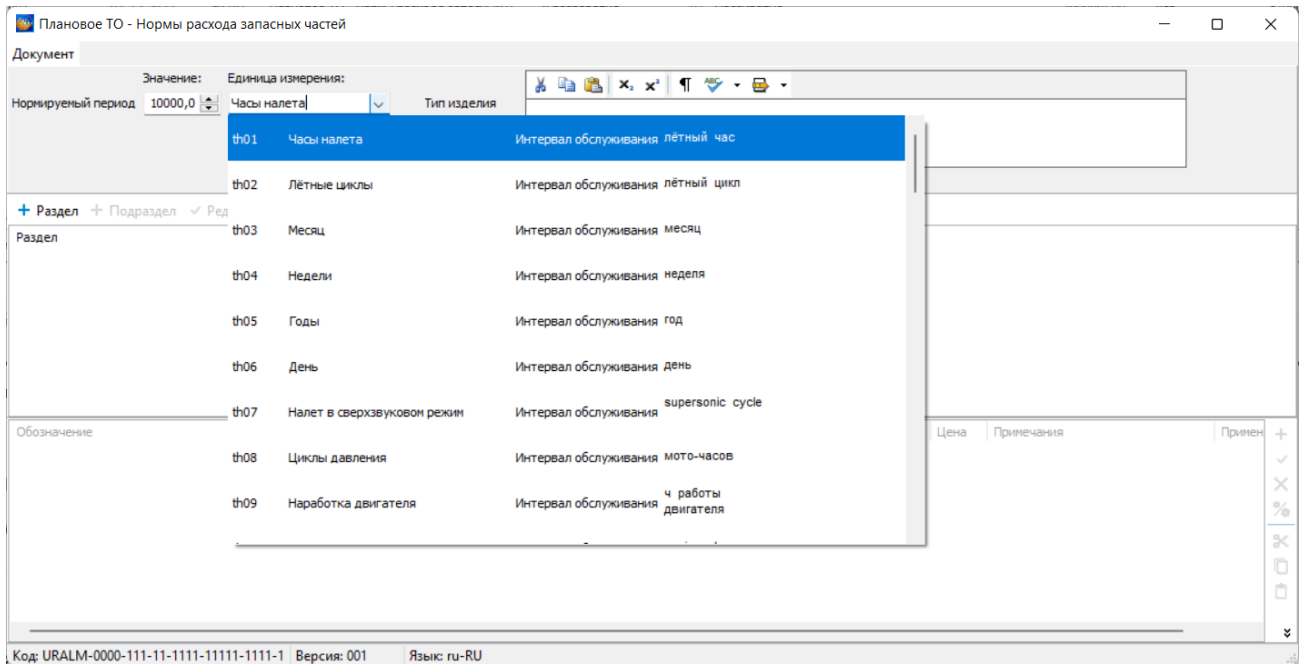

Рисунок 637
2) В поле **Единица измерения** нажмите на кнопку , и выберите из списка единицу измерения (Рисунок 637).